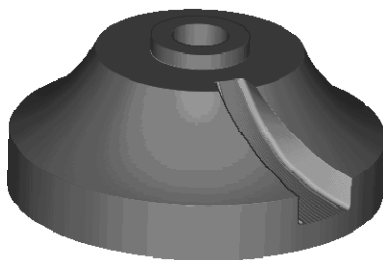

图 5.5.22 2D 仿真结果
Step2. 单击“确认”按钮, 系统弹出“刀轨可视化”对话框。单击 2D 动态 选项卡, 采用系统默认参数设置值, 调整动画速度后单击“播放”按钮, 即可演示刀具按刀轨运行, 完成演示后的模型如图 5.5.22 所示, 仿真完成后单击两次 确定 按钮, 完成操作。